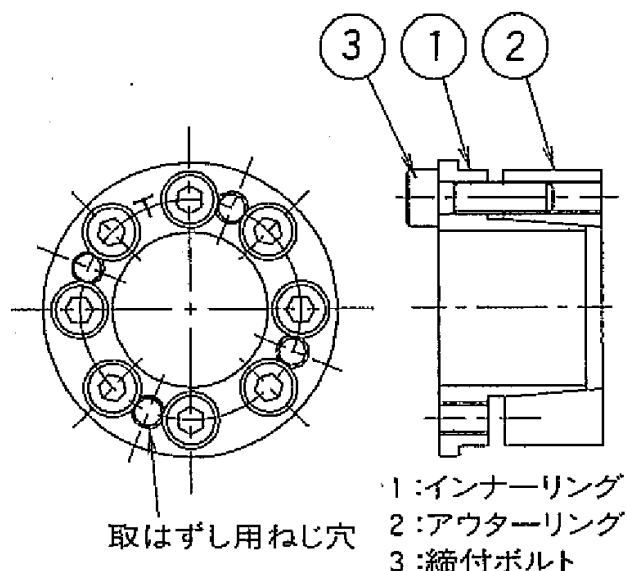
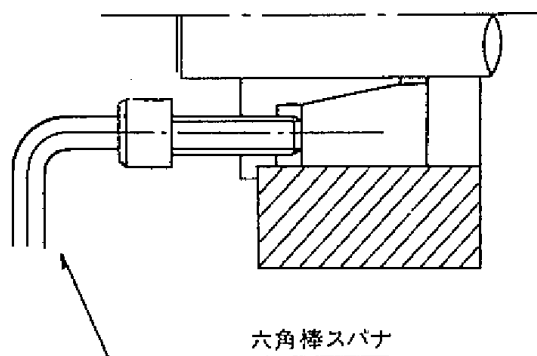

図1 部品名称
図 4 取はずし
3. 次にパワーロックを仮組してください。仮組の際、インナーリングの取はずし用ねじ穴の位相に注意ください。(図1参照)
3. すべてのボルトをゆるめても締結状態のまま動かない場合は、取はずし用ねじ穴 (図 1) にボルトを入れ、締込んでいきますとロックがはずれます。(図 4 参照)